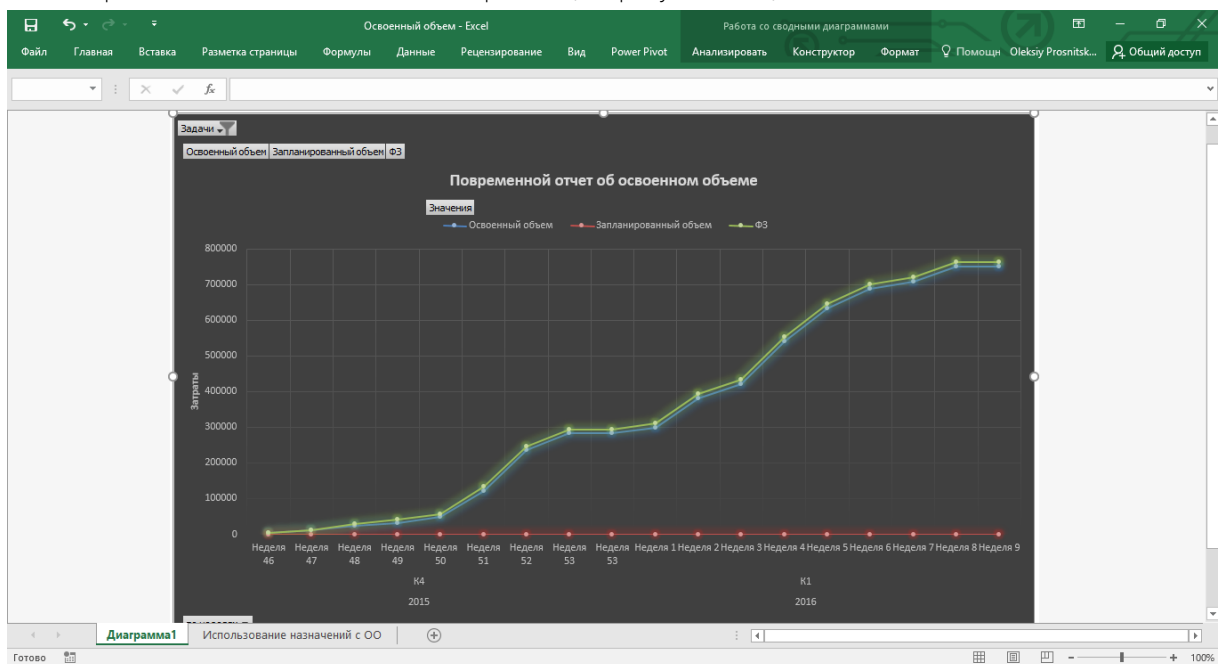

Рисунок 10.71 – Диаграмма анализа освоенных объемов в Microsoft Excel
2. Microsoft Project при обновлении базового плана для выделенных задач не добавляет в базовый план данные ресурсов и, соответственно, назначений по тем ресурсам, которые были созданы после сохранения базового плана всего проекта (см. рисунок 10.71).